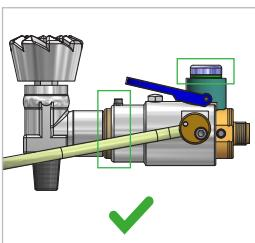
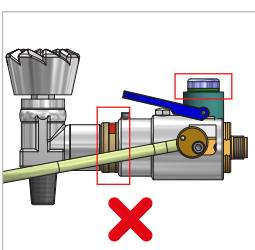

Figure 7
Figure 8
- Le connecteur WEH® est correctement raccordé **uniquement** si la bague verte est sortie du boîtier et bien visible. La marque rouge sur la partie avant **ne doit pas** être visible (*Figure 7* et *Figure 8*).